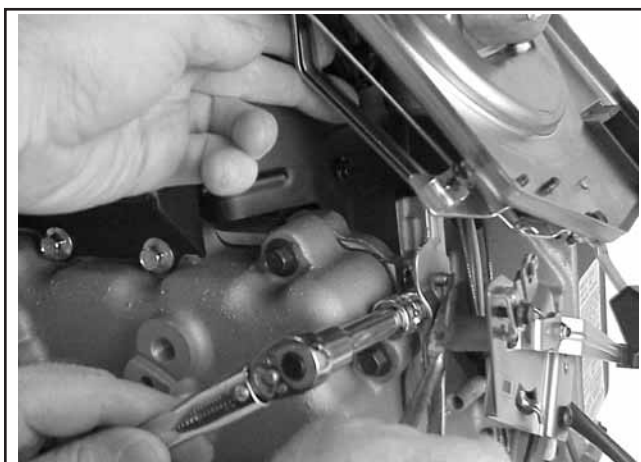

Figure 11-58. Réglage du régulateur.
- c. Serrer solidement l'écrou hexagonal sur le levier du régulateur. Voir la figure 11-58.